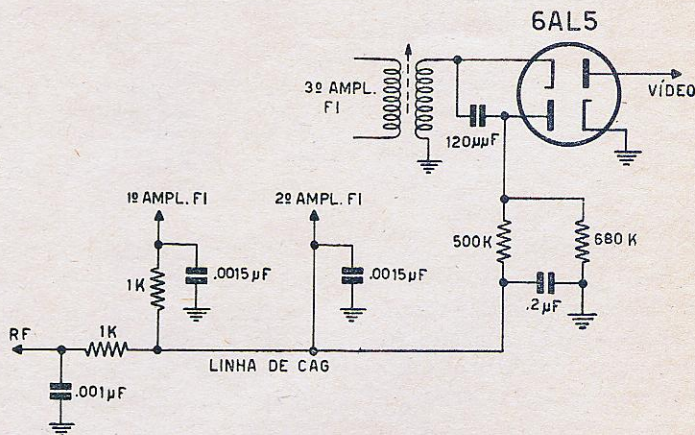

Figura 2
C.A.G. empregados em televisão assemelharam-se àqueles dos rádios-receptores. A figura 2 ilustra este tipo de circuito, no qual a tensão de controle é obtida por meio de simples retificação do sinal presente na saída do 3.º amplificador de F.I.